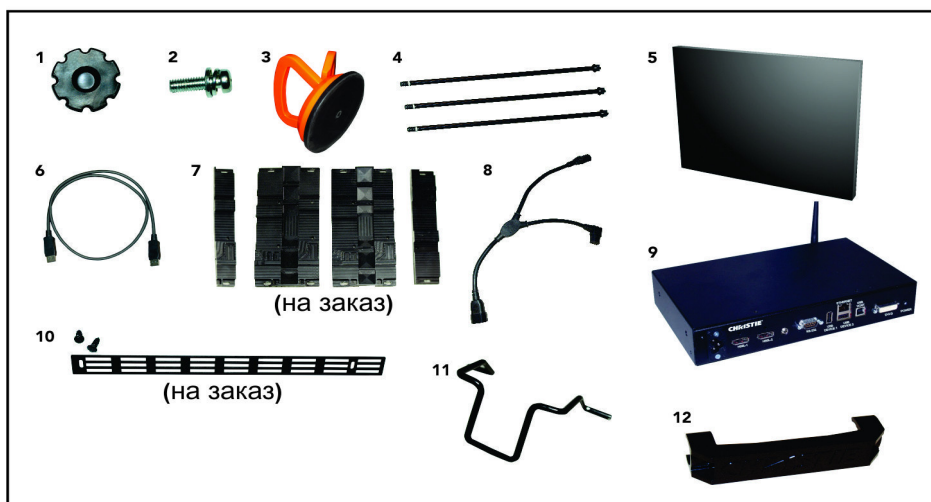

Рис. 2-1 Инструменты и приспособления
Для каждой системы MicroTiles вам потребуются дисплеи, экраны (по 1 на каждый дисплей), внешние модули управления (ECU), комплект пользователя, комплект Y-образных разветвителей\*, шнуры питания\* и комплекты для установки (по одному на каждые 9 дисплеев). Такой набор включает в себя некоторые из инструментов и приспособлений, показанные на **Рис. 2-1**. Полный обзор предоставляемых комплектов приведен в разделе *1.6 Руководство по составлению заказа на стр. 1-7*.
16. **(Дополнительно)** С помощью прилагаемых фиксаторов закрепите решетки на подставках. См. Рис. 2-1 Инструменты и приспособления на стр. 2-2.